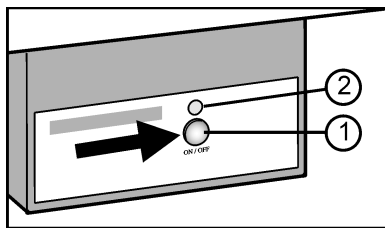

Fig. 13
- ▶ Stiskněte tlačítko On/Off Fig. 13 (1), až se rozsvítí LED Fig. 13 (2).